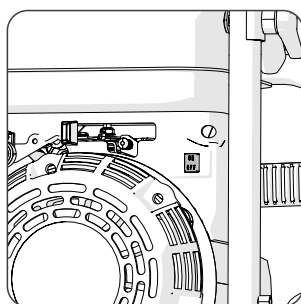

Abb. 4
- Stellen Sie den Zündschalter der Maschine auf 'OFF'. (Abb. 4)